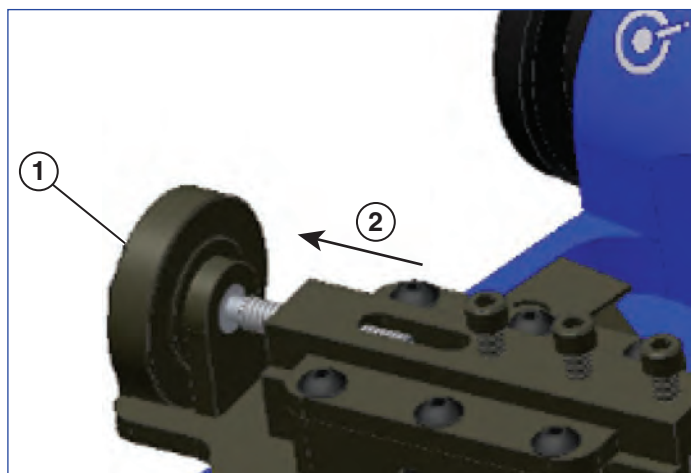

図 9
7. 深さ調整ダイヤルを完全に緩めて（逆ネジ式）、刃物固定ブロックを後退位置に合わせます。（図9参照）